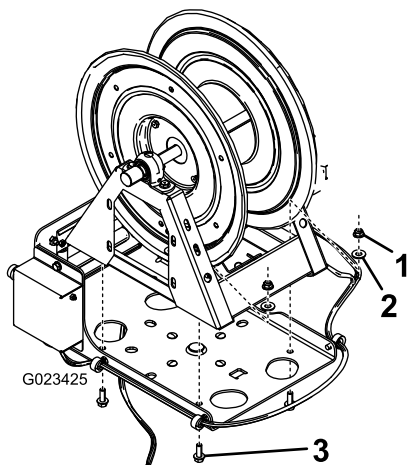

図 7
7. ホースリールをスイベルプレートに取り付ける；短いボルト（3/8 インチ）4本と、小さいワッシャ4枚、フランジナット（3/8 インチ）4個で図 7のように取り付ける。